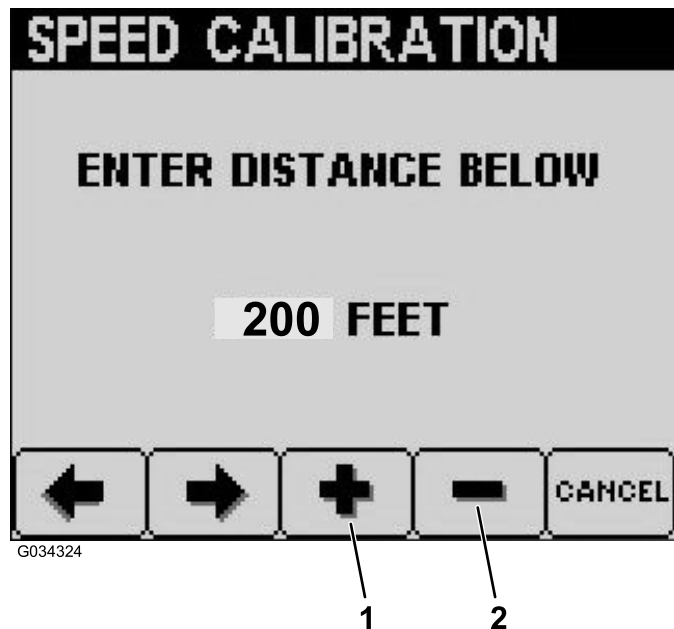

Figura 32
7. Pulse el botón 3 para aumentar la distancia deseada o el botón 4 para reducir la distancia (Figura 32).